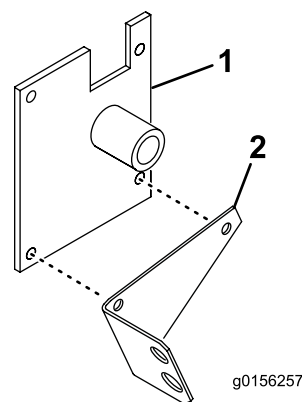

Figura 13
4. Fissate la parte superiore della staffa di montaggio della tramoggia destra sul lato destro della macchina con 2 bulloni (3/8 x 1 poll.) e rondelle di bloccaggio (3/8 poll.) (Figura 13). La tacca nella staffa deve inserirsi attorno al fermo del cofano.
5. Fissate la parte inferiore della staffa e la staffa dell'accoppiatore al telaio con 2 bulloni (3/8 x 1 poll.) e dadi di bloccaggio (Figura 13).